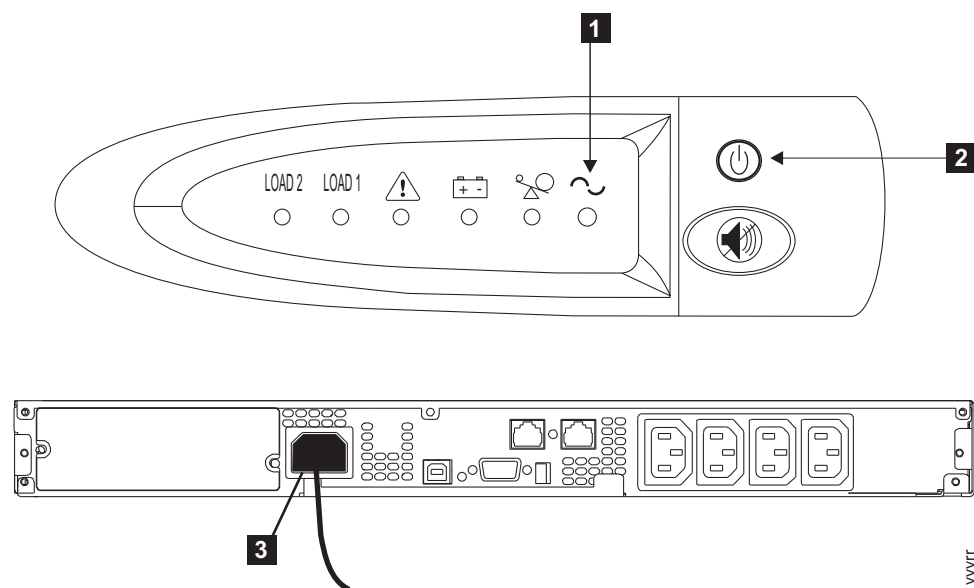

Figura 239. Painéis Frontal e Traseiro do 2145 UPS-1U
2. Pressione e segure o botão ligar/desligar (**2**) até que a luz de energia (**1**) seja apagada (aproximadamente 5 segundos). Em algumas versões do 2145 UPS-1U, é necessário um dispositivo com ponta, como uma chave de fenda, para pressionar o botão ligar/desligar. O 2145 UPS-1U entra no modo de espera, com todos os indicadores desligados. Figura 239 ilustra as vistas frontal e posterior do 2145 UPS-1U.